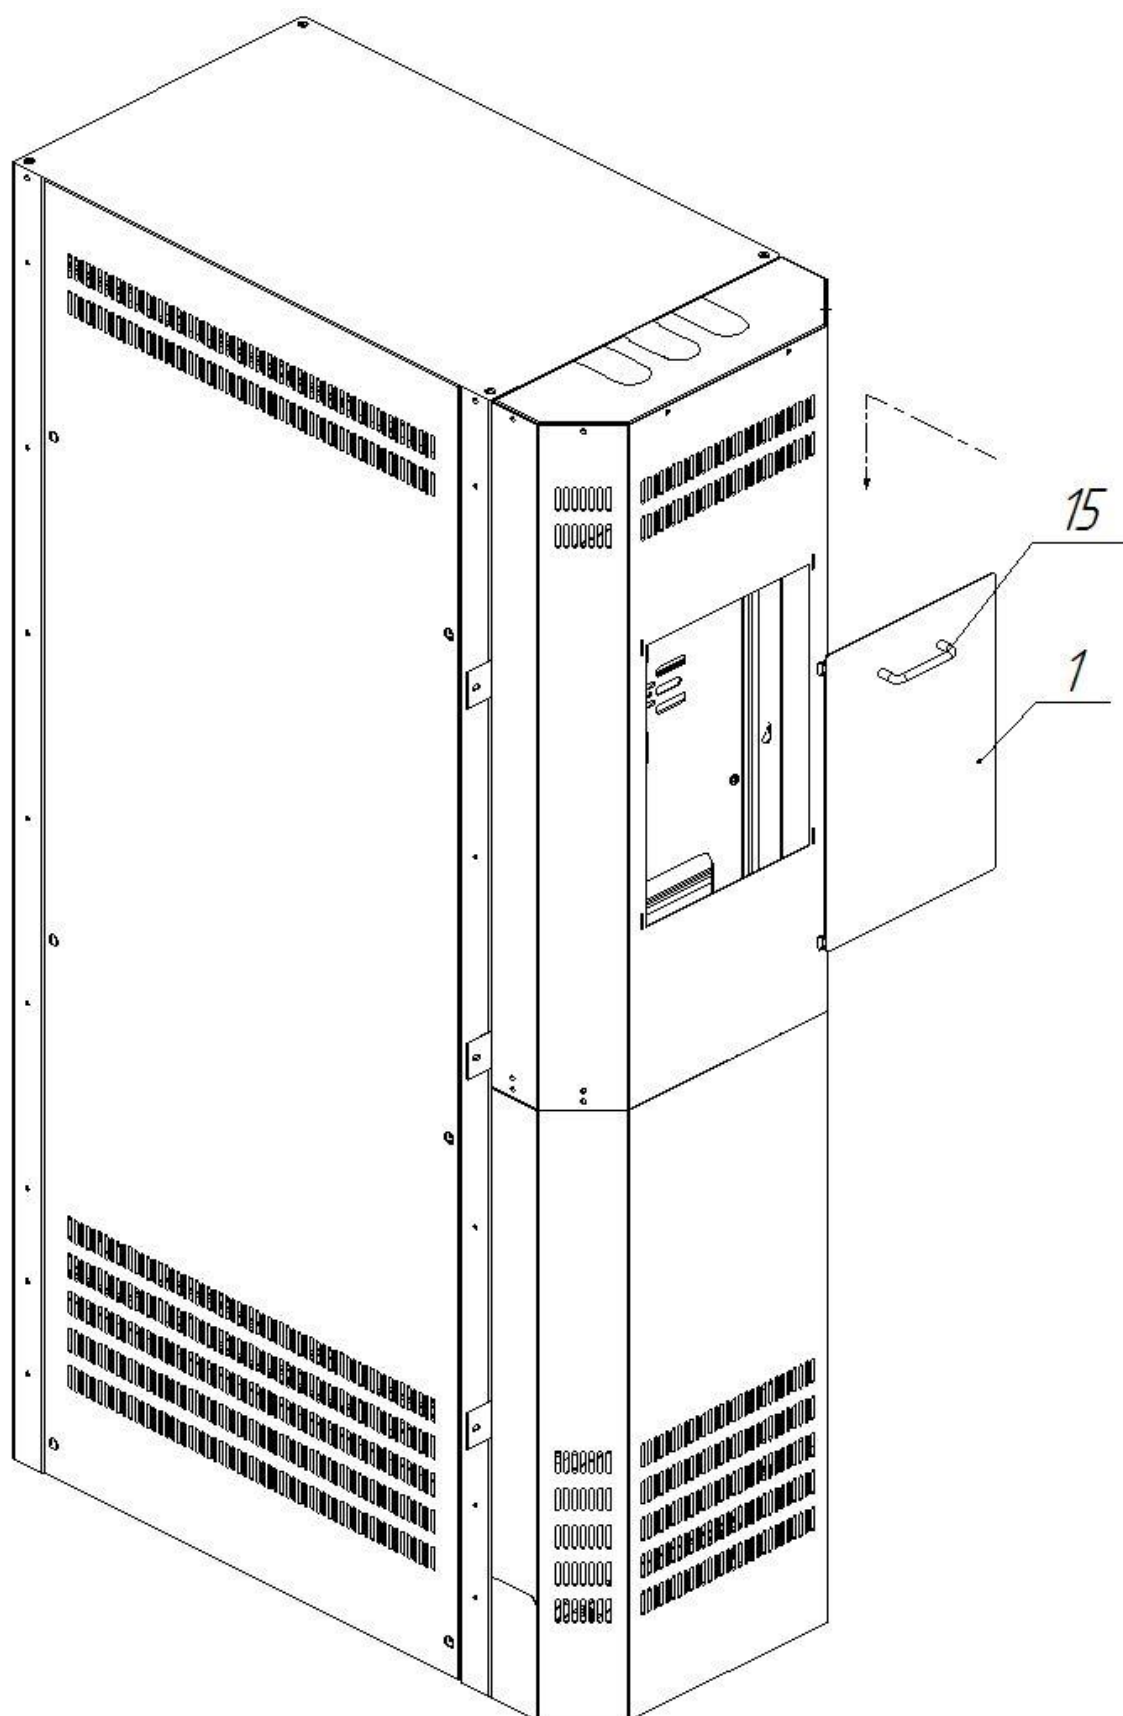

Рис. 9. Установка крышки
2.1.10 Установите панель (4) на винты (11) (см. пункт 2.1.9) как показано на рисунке 7. Установите лицевую панель (16) на винты (11) (см. пункт 2.1.9) как показано на рисунке 8. Предварительно закрепив ручку (15) 2 винтами (14) на панель (1) установите ее на лицевую панель (16) через вырезы как показано на рис. 9.